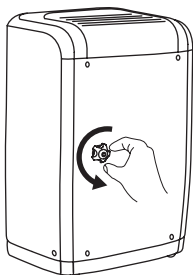

Fig. 1
1. Desenrosque el tapón de desagüe de la parte trasera de la unidad (fig. 1).